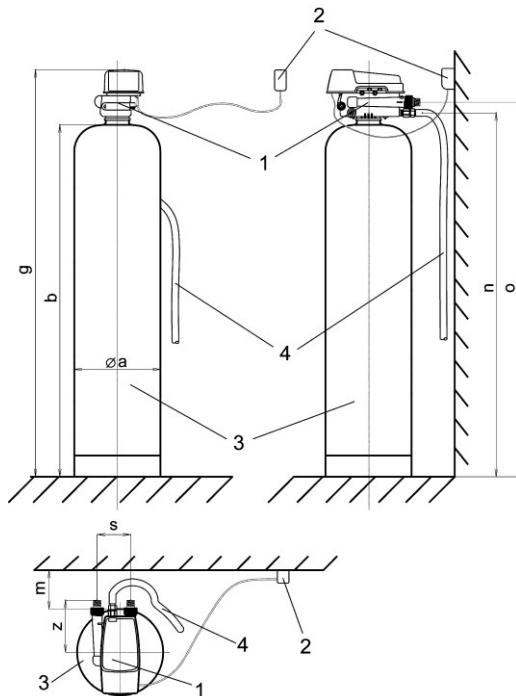

Рис.1. Справочные размеры для фильтров обезжелезивания серии «HFI».
Справочные размеры для фильтра серии «HFI» с корпусом 13 дюймов в диаметре приведены на Рис.1 и в Таблице 2.
4.1. Фильтры обезжелезивания насыпного типа серии «HFI» состоят из следующих основных частей (см. Рис.1): управляющий клапан, обводной вентильный канал, корпус, поддерживающая засыпка и фильтрующая среда.
1. **В рабочем режиме «SERVICE»** вода поступает в корпус через вход управляющего клапана (слева, см. Рис.1) и двигается в корпусе *сверху вниз*, проходя через фильтрующую среду. Очищенная от загрязнения вода проходит через «поддерживающий» слой, далее через щели (сетку) нижней корзины распределителя и попадает в распределительную трубу (стояк). Далее вода поднимается вверх по трубе и поступает на выход управляющего клапана.